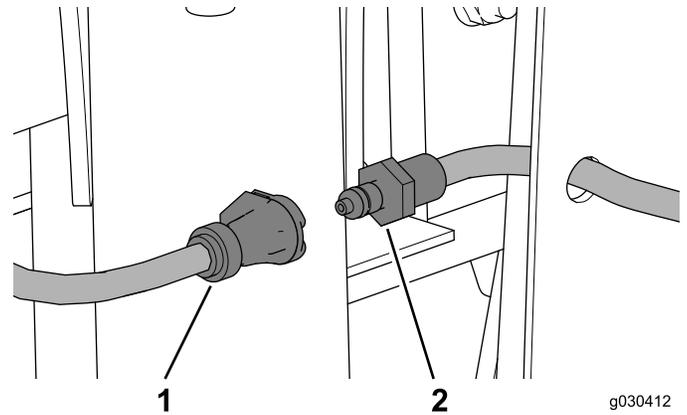

Figure 67
1. Débranchez le flexible de lave-glace (Figure 67).